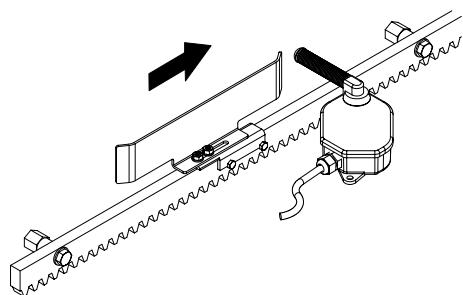

Abb. 19
- 5) Das Feinblech auf der Zahnstange in die Öffnungsrichtung schieben (Abb.19). Sobald sich die LED-Diode des Endanschlags für den Öffnungsvorgang auf dem elektronischen Steuergerät ausschaltet, das Feinblech um weitere ca. 20-30 mm nach vorne versetzen und provisorisch mit den mitgelieferten Schrauben auf der Zahnstange befestigen.